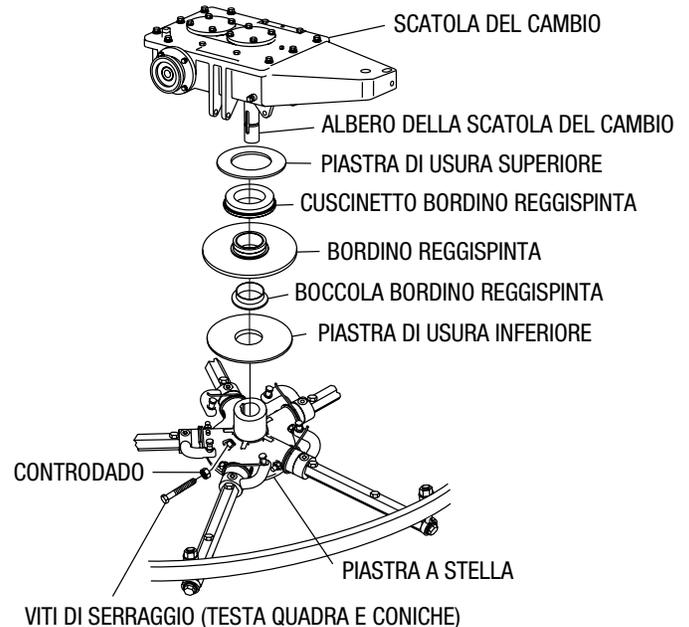

Figura 37. Rimozione dell'armatura/della scatola del cambio
1. Localizzare le viti di serraggio a testa quadra e viti coniche (figura 37) e il controdado collegato si trovano sul lato dell'armatura.